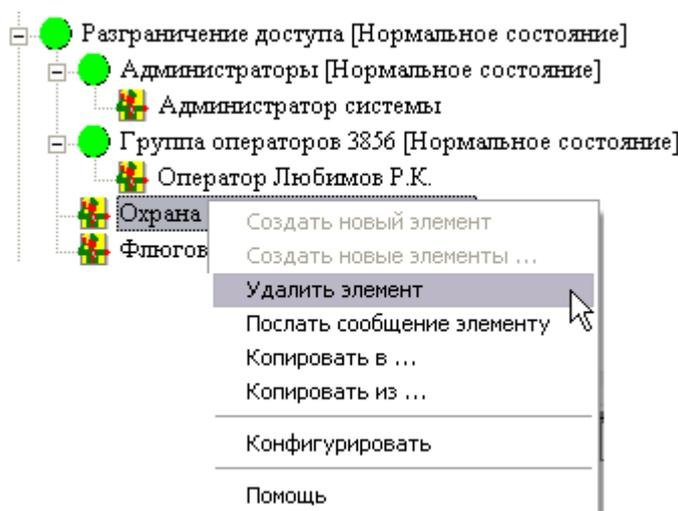

Рисунок 23 — Удаление оператора
- На вкладке **Права группы операторов** можно разрешить или запретить использование данной группой операторов различных команд при работе с системой безопасности (рисунок 23). Для сохранения настроек на всех удаленных серверах нажмите кнопку **Скопировать**. Проверьте, что вы задали все необходимые права доступа. Например, в случае если не отмечена функция **Включить**, данный оператор не имеет права входа в какую-либо программу, входящую в ПО ITRIUM®.